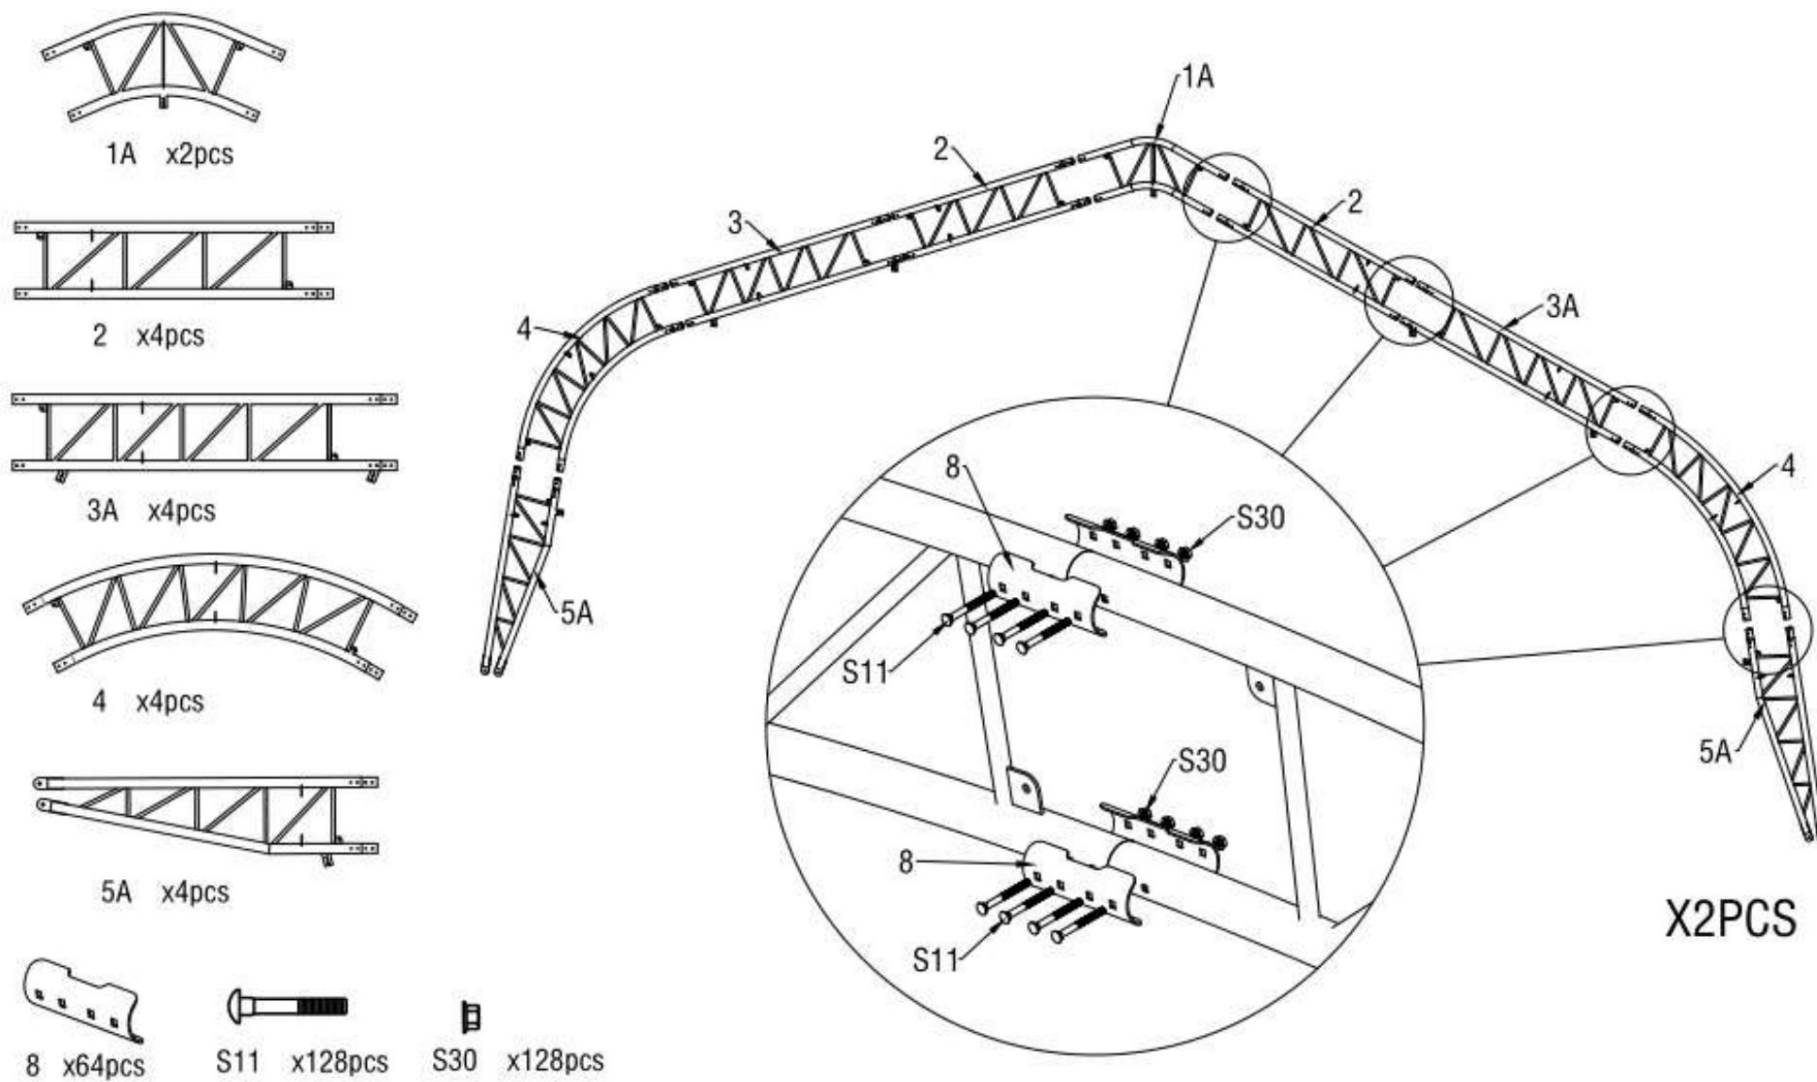

Figure 3
1. Comme indiqué sur la figure 3, repérez un tube supérieur de toit au niveau des portes avant et arrière (n° 1A), deux tubes cintrés supérieurs de toit (n° 2), deux tubes cintrés centraux de toit au niveau des portes avant et arrière (n° 3A), deux tubes cintrés inférieurs latéraux (n° 4) et deux tubes cintrés inférieurs au niveau des portes avant et arrière (n° 5A). Assemblez ensuite le premier et le dernier groupe d'arches à l'aide de vis M10x90 (n° S11). NE PAS installer la vis sur la partie supérieure de la ferme, là où reposera la toile.